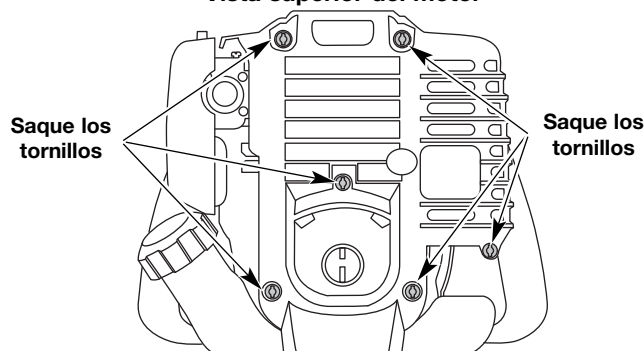

Fig. 34
1. Quite los dos (6) Tornillos de encima de la tapa del motor con un destornillador de pala o Torx #25 (Fig. 34).
4. Saque la cubierta del motor (Fig. 34).
1. Apague el motor y espere que se enfríe. Retire los seis (6) tornillos de la parte posterior de la tapa del motor con destornillador de cabeza plana o Torx No. T-25 (Fig. 34).